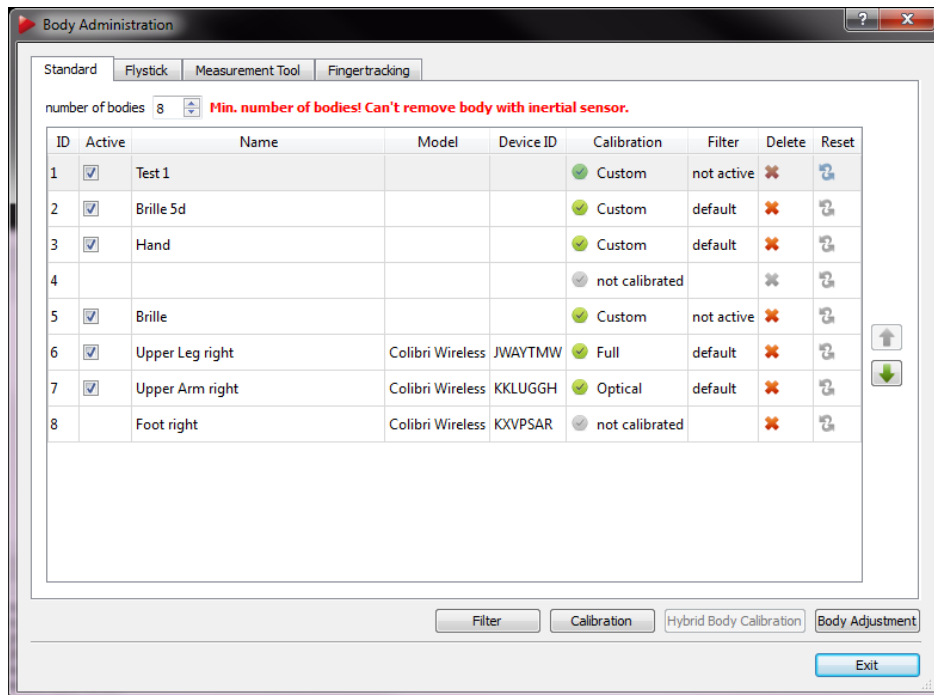

Figure 4.20: 灵活的追踪目标管理(from *DTrack2* v2.9.0)
2. 在测量进行过程中, 可以通过手动的方式来添加屏蔽范围。在 *Monitor 2DOF* 显示中, 右击相应的摄像头窗口激活 '*Edit reflex suppression areas*'。可以通过使用快捷键 ('E') 来开启该模式见 figure 4.20(a) 第47) 页。
在编辑模式下你还可以(参见 figure 4.20(b) 第47 页)
目标管理 在这里可以管理在系统中所有的目标(例如, 标准目标, *Flystick* 等等。)(参见figure 4.20)。